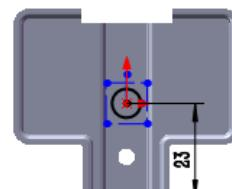

图 16.6.47 编辑草图
(4) 编辑草图，如图 16.6.47 所示。退出草图环境，完成成形特征 3 的创建。